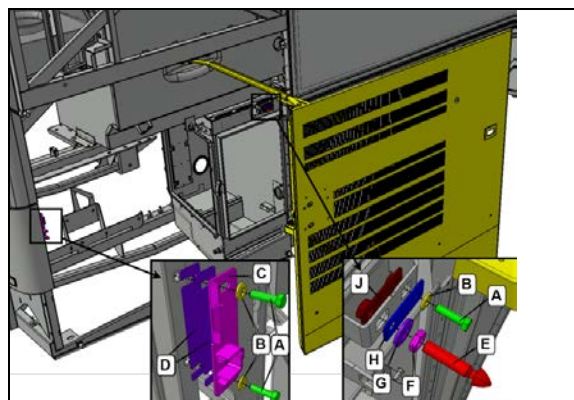

FIGURE 57:
9. Installer la plaque d'alignement/verrouillage C et la goupille d'alignement/verrouillage E. Centrer ces éléments dans leurs rainures de montage respectives. (Figure 57:). Les composants doivent être ajustés, mais pas trop serrés pour permettre l'ouverture facile de la porte.